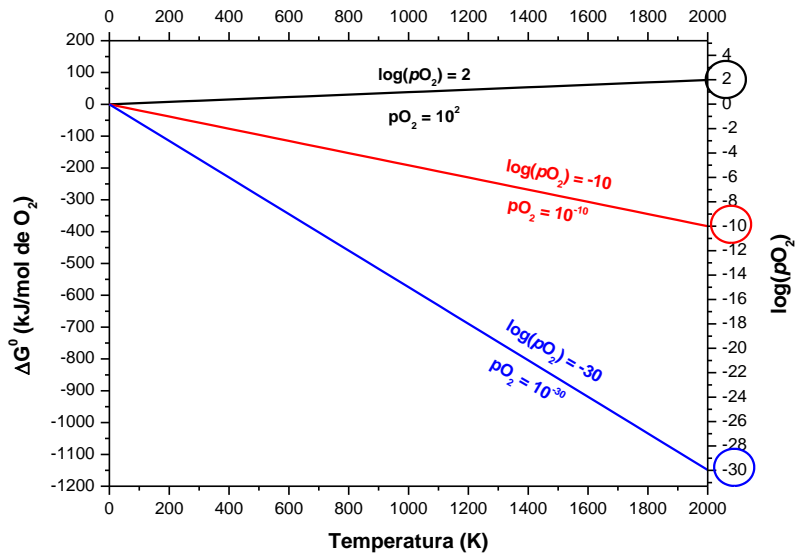
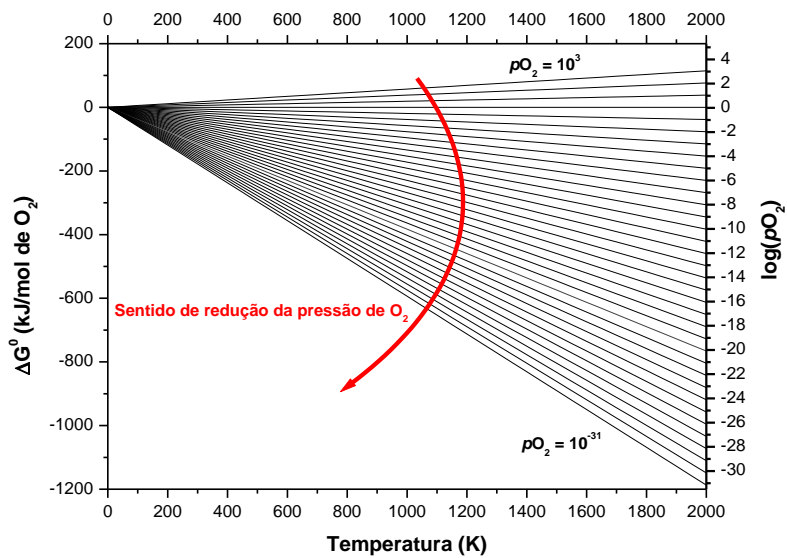
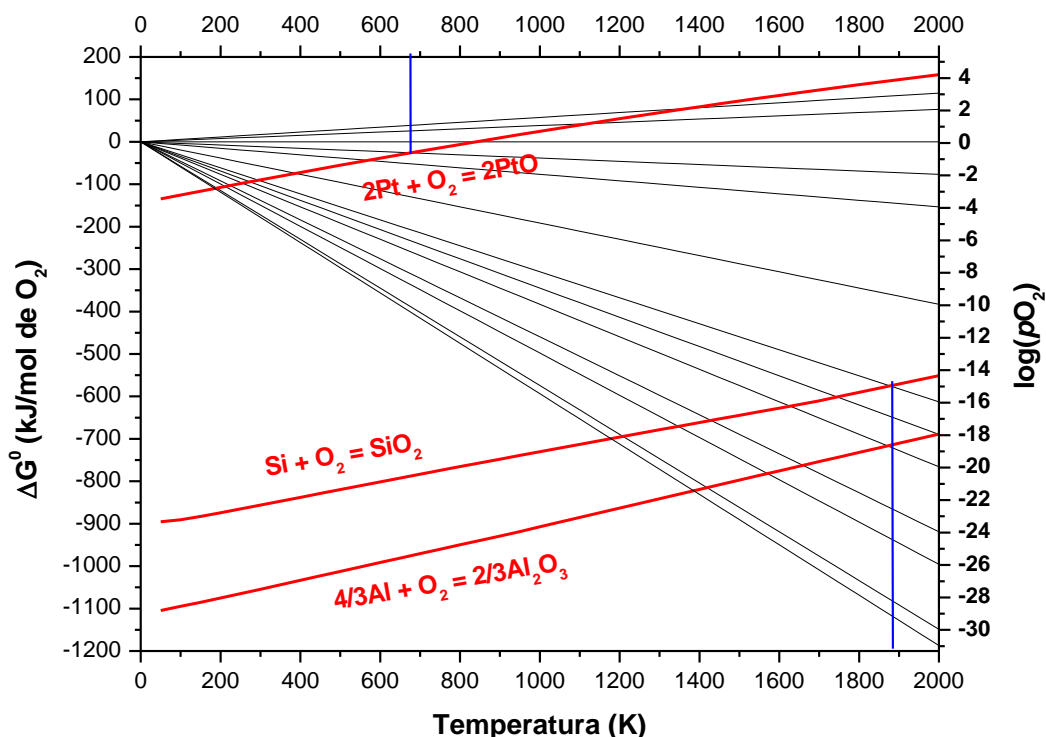

Figura 1. Gráfico de ΔG^0 como função da temperatura para diferentes curvas isobáricas de pO_2 .
Figura 2. Gráfico de ΔG^0 como função da temperatura para diferentes curvas isobáricas de pO_2 .
Figura 3. Diagrama de Ellingham para os óxidos de platina, silício e alumínio destacando as isobáricas de p_{O_2} .
A equação (5) mostra também que para um valor fixo de pO_2 um gráfico de ΔG^0 como função da temperatura será uma reta (Figura 1). As retas mostradas na Figura 1 consistem em um gráfico da equação (5) para as pressões de O_2 de 10^{-30} , 10^{-10} e 10^2 atm. As equações (11), (13) e (15) são as equações que descrevem as retas.
Observe na Figura 1 que para pressões de O_2 maiores que 1 atm a inclinação da reta será positiva [Equação (15)] e para pressões menores que 1 atm a inclinação será negativa [Equações (11) e (13)]. A Figura 2 mostra o mesmo diagrama para pressões de O_2 variando de 10^3 até 10^{-31} atm. É possível observar que à medida que a pressão de O_2 diminui as retas giram no sentido horário a partir do ponto de $\Delta G^0 = 0^3$. Finalmente, para que não passe despercebido pelo estudante, destaca-se aqui que o eixo y à direita nos gráficos das Figuras 1 e 2 mostra os valores de $\log(pO_2)$ e não de ΔG^0 como o eixo y da esquerda.
As retas de ΔG^0 como função da temperatura para as reações de formação dos diferentes óxidos metálicos podem ser adicionadas ao diagrama da Figura 2 (Verifique notas de aulas “Diagrama de Ellingham – parte 1”). A Figura 3 mostra essas curvas (retas em vermelho) para as reações de formação dos óxidos de platina, silício e alumínio e as retas pretas mostram as isobáricas de
p_{O_2} . Algumas isobáricas foram removidas para facilitar a visualização⁴ (compare com a Figura 2).
Observe que a cada ponto do diagrama de Ellingham para a formação de óxidos metálicos pode-se associar um valor de pressão de O_2 ⁵ e, por isso, esse diagrama também pode ser chamado de diagrama de potencial de oxigênio. Na Figura 3 é possível observar que à temperatura de 680K a pressão interna de O_2 no equilíbrio para o óxido de platina é de $\approx 10^{-2}$ ponto de encontro entre a reta vermelha que representa a reação de formação do PtO, a reta vertical azul à temperatura de 680K e a reta isobárica ($p_{O_2} = 10^{-2}$).
Os valores para $p\text{O}_2$ encontrados podem ser lidos diretamente do diagrama de Ellingham da Figura 3. Observe que a reta vertical azul na temperatura de 1880K cruza com a reta que representa a reação de formação do óxido de alumínio no mesmo ponto em que passa a reta isobárica para $p\text{O}_2 = 10^{-20}$ atm. Para o silício à temperatura de 1880K, a mesma reta vertical azul, cruza a reta que representa a reação de formação do óxido de silício no ponto em que passa a reta isobárica $p\text{O}_2 = 10^{-16}$ atm.